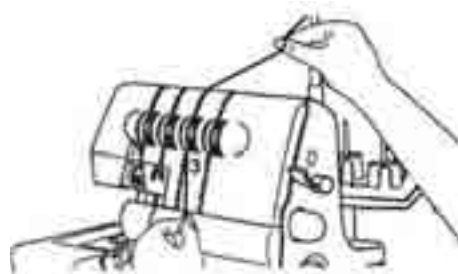

Bild 17
4. Håll fast tråden med fingrarna och för den mellan skivorna i trådspänningsväljaren 16 och dra den sedan nedåt (3) (bild 17).